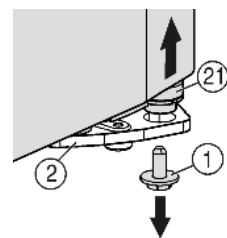
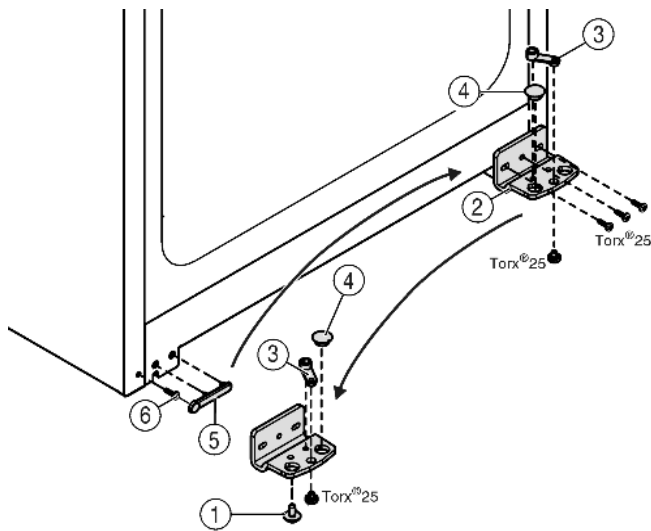

Fig. 5
Fig. 6
- ▶ Внизу справа на опорном кронштейне выкрутите фиксирующий винт Fig. 5 (1).
- ▶ Опорный палец Fig. 5 (21) можно извлечь из опорного кронштейна Fig. 6 (2).
- ▶ Если установочный винт Fig. 5 (21) не откручивается, его можно вынуть, нажав на него снизу.
- ▶ Открутите опорный кронштейн Fig. 6 (2).
- ▶ Открутите опорную деталь Fig. 6 (3) и, переставив в отверстие на противоположной стороне опорного кронштейна, снова прикрутите.
- ▶ Извлеките заглушку Fig. 6 (4) из опорного кронштейна и переставьте ее в отверстие на противоположной стороне опорного кронштейна.
- ▶ Осторожно снимите крышку со стороны ручки Fig. 6 (5).
- ▶ Выкрутите болт Fig. 6 (6) и вкрутите на противоположной стороне.
- ▶ Снова установите крышку Fig. 6 (5).
- ▶ Снова прикрутите опорный кронштейн Fig. 6 (2) на новой стороне шарнира (с моментом 4 Нм). При необходимости используйте аккумуляторный шурупверт.
- ▶ Вкрутите фиксирующий винт Fig. 5 (1) вниз в опорный палец и затяните (с моментом 4 Нм).